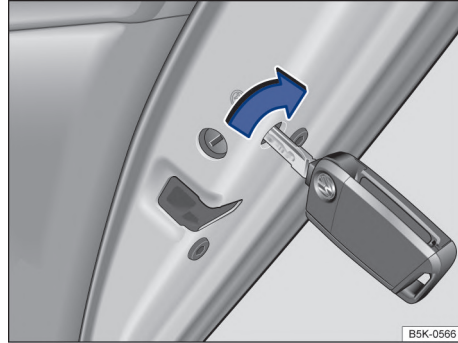
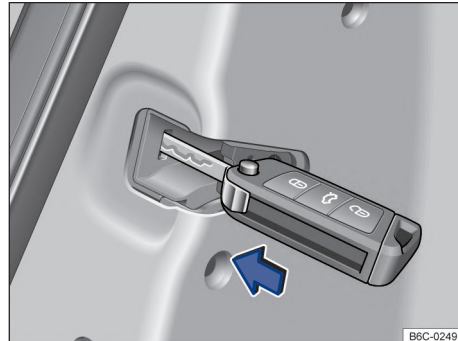

Fig. 55 Cierre de emergencia del vehículo con la llave del vehículo (variante 1).
Fig. 56 En las puertas, delantera derecha y traseras: bloqueo de emergencia del vehículo con la varilla metálica de la llave (variante 2).
Según la versión del vehículo la ubicación del bloqueo de las puertas puede variar → fig. 55 o → fig. 56.
- Colocar la varilla metálica de la llave en la ranura → fig. 55 y girarla. **O**
- Colocar la varilla metálica de la llave en la ranura → fig. 56 y presionarla.